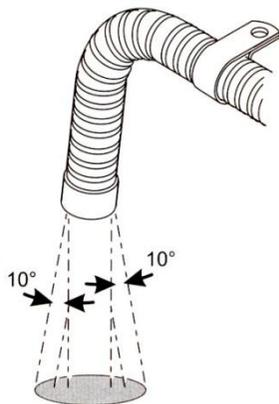

图 26
4.5.7 加热器工作时，排气管的温度很高，安装时一定要远离车体的塑料零部件等怕热的物体，并妥善固定。其排气口应垂直向下，角度为  $90^{\circ} \pm 10^{\circ}$ 。为确保这一角度，固定卡子与尾端距离不得大于 150mm。(图 26)